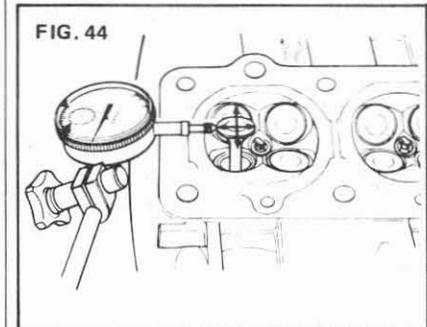

FIG. 44
5) Mesurer le jeu de la soupape dans son guide, soit par différence de mesures, ou de la façon suivante qui permet d'évaluer le jeu (fig. 44).